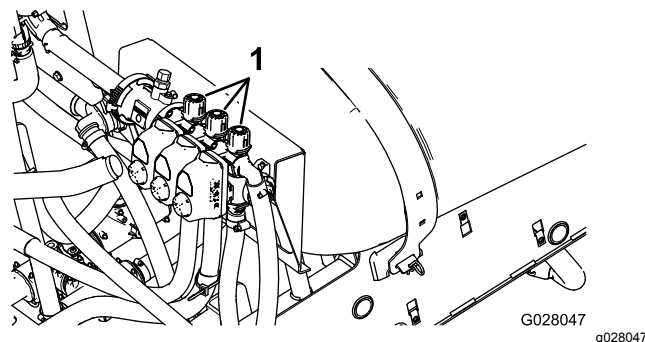

Figura 22
2. Spegnete la sezione sinistra e regolate la manopola di bypass della sezione (Figura 22) fino a quando la pressione visualizzata non corrisponde al livello precedentemente regolato (normalmente 2,75 bar).
4. Regolate la manopola di bypass della sezione destra (**Figura 22**) fino a quando la pressione visualizzata non corrisponde al livello precedentemente regolato (normalmente 2,75 bar).
6. Regolate la manopola di bypass della sezione centrale (**Figura 22**) fino a quando la pressione visualizzata non corrisponde al livello precedentemente regolato (normalmente 2,75 bar).